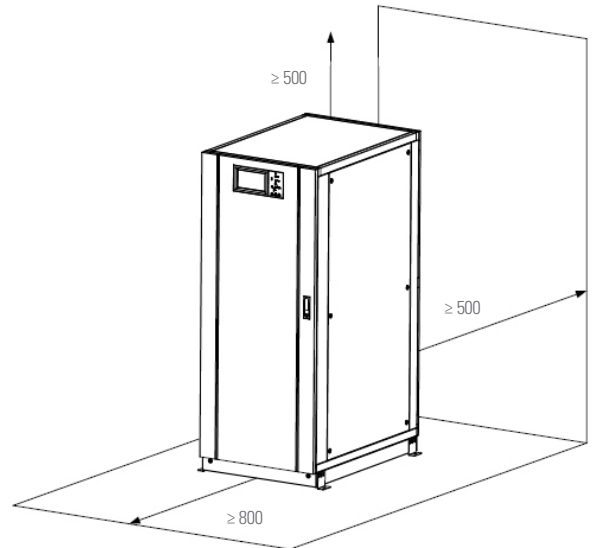

Fig. 26. Espacio reservado para el armario (unidades: mm)
- En las Fig. 24 a Fig. 26 se representan a modo de ejemplo las ilustraciones correspondientes al armario de 6 slots.
Asegurar de dejar como mínimo 0,8 m de distancia en la parte frontal del armario para poder abrir por completo la puerta del módulo de potencia y al menos 0,5 m en la parte posterior para lograr una buena ventilación y refrigeración. El espacio que debe reservarse para el armario se muestra en la Fig. 26.